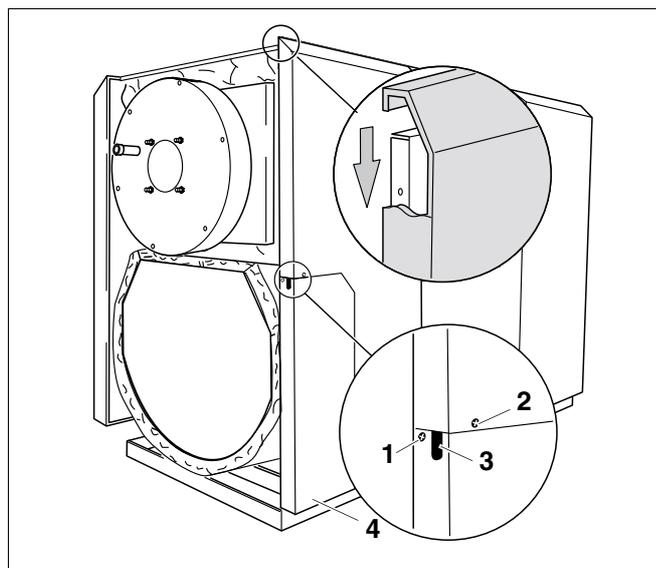

Fig. 15 Montaggio dei pannelli laterali nella parte superiore
- Sollevare i pannelli laterali e agganciarli in alto, inserendo il bordo ripiegato nelle traverse laterali (fig. 15).
- Posare il cavo del bruciatore nel foro di passaggio (fig. 15, **pos. 3**) degli elementi laterali piccoli (fig. 15, **pos. 4**).
- Agganciare gli elementi laterali piccoli (fig. 15, **pos. 4**) lateralmente e nella parte inferiore.
- Fissare il pannello laterale anteriore con 1 vite autofilettante (fig. 15, **pos. 2**) alla traversa centrale e fissare con viti le traverse centrali.
- Fissare gli elementi laterali piccoli (fig. 15, **pos. 4**) ciascuno con 2 viti autofilettanti (fig. 15, **pos. 1**) sul lato anteriore.